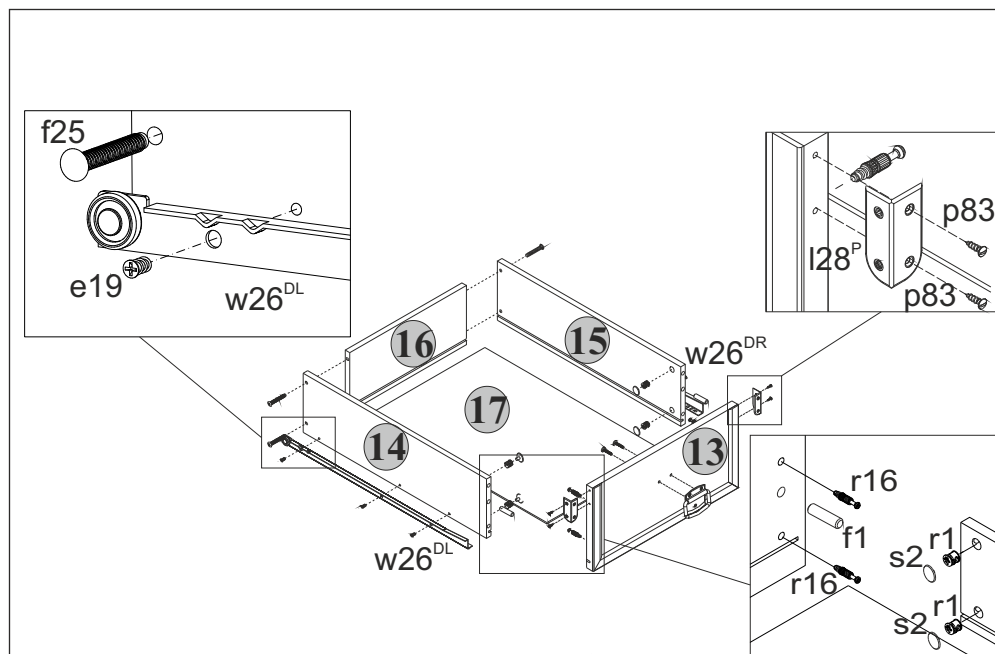

Рис. 3
- выдвижных с помощью крестообразной отвертки вкрутить винты стяжки **r16** (см.рис.3).
- 5.26 Соединить панели передние **13** с корпусами ящиков выдвижных и затянуть стяжки эксцентриковые **r1**, пользуясь специальным ключом **z1**. Закрыть стяжки эксцентриковые заглушками **s2** (см.рис.3).
5.22 В отверстия диаметром **8 мм** на передних кромках стенок боковых **14 и 15** корпусов выдвижных ящиков вбить деревянные шканты **f1** (**см.рис.3**).
5.23 В отверстия диаметром **15 мм** на внутренних поверхностях стенок боковых **14 и 15** корпусов выдвижных ящиков вставить стяжки эксцентриковые **r1** (**см.рис.3**).